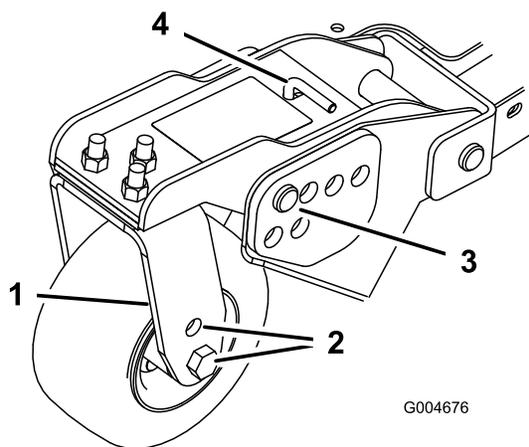
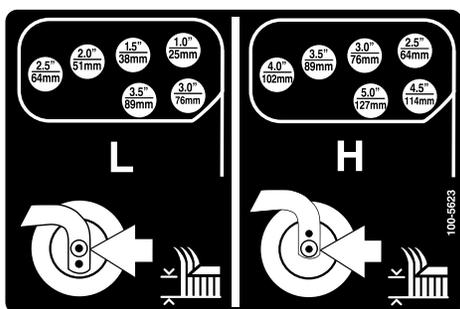

Figura 23
Figura 24
- Posizionate gli assali delle ruote orientabili negli stessi fori di tutte le forcelle (Figura 21 e Figura 23). Vedere lo schema seguente per stabilire il foro corretto per la regolazione.
- Togliete la coppiglia ed i perni con testa dai bracci di rotazione delle ruote orientabili (Figura 23).
- Girate il tenditore per alzare o abbassare il braccio di rotazione finché i fori non sono allineati con i fori della staffa dell'altezza di taglio selezionati, nel telaio dell'apparato di taglio (Figura 23 e Figura 24).